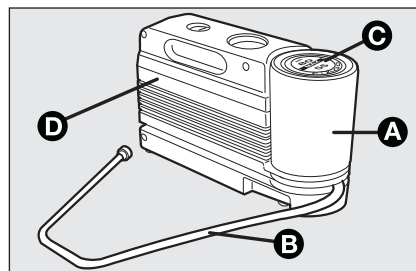

fig. 11
El kit **fig. 11** incluye:
- ☐ un compresor **D-fig. 11** con manómetro y rácores, situado en el compartimento;